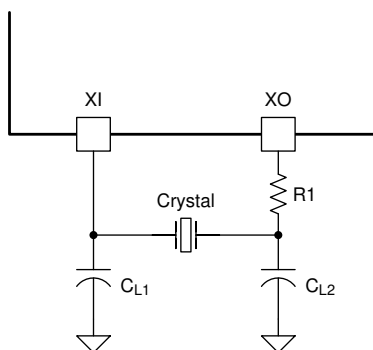

图 9-4. 晶体振荡器电路
如果利用晶振运行，建议使用 25MHz 的并联谐振 20pF 负载晶体。有关晶体谐振器电路的典型连接图，请参阅图 9-4。负载电容值因晶体供应商而异；请咨询供应商以了解建议的负载。有关更多详细信息，请参阅应用报告：《德州仪器 (TI) 以太网物理层收发器的晶体选择和规格》。